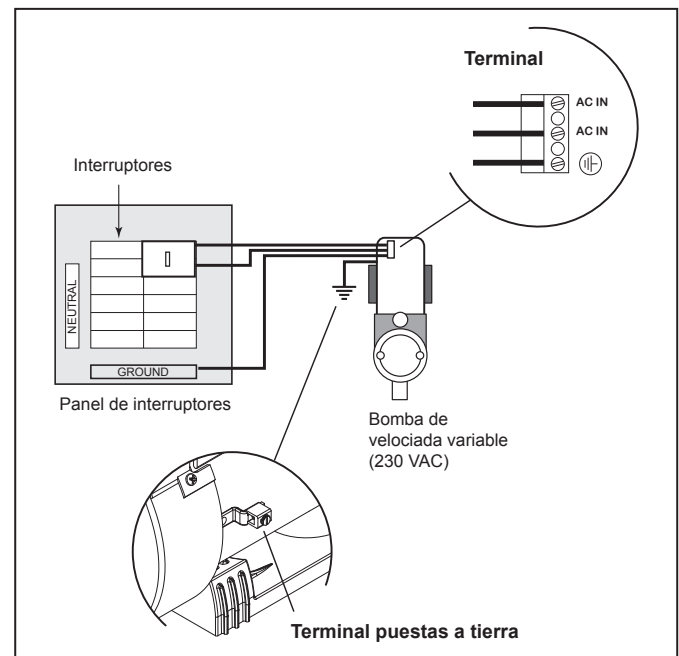

Figura 8. Unión del motor
2. Unir el motor utilizando el terminal de externo provisto. Véase Figura 8.